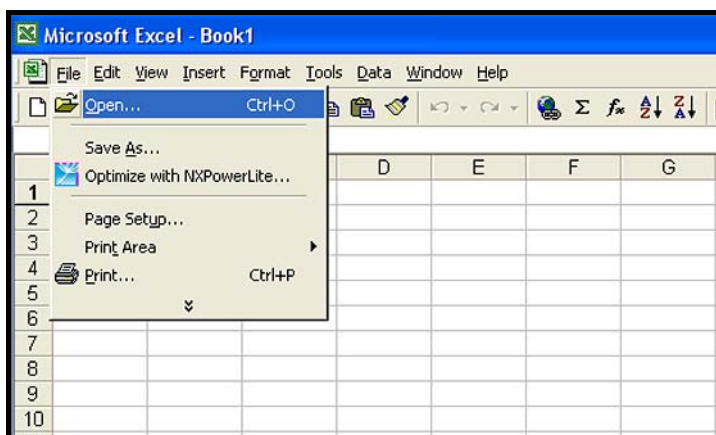

図 57：Microsoft Excel でログファイルを開く
4. **dw.IQ** のログファイルは、Microsoft Excel などの表計算ソフトで開くことができます。表計算ソフトを起動し、**Open** を選択します（下の図 57 を参照）